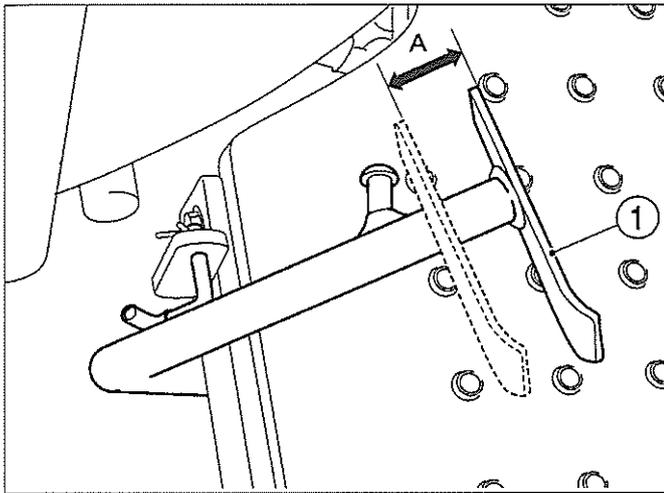

FIG. 64 / ABB. 64 / FIG. 64
FIG. 64 et 65 : Vérifiez régulièrement le jeu de la pédale d'embrayage et réglez-la au besoin. Un jeu correct de la pédale d'embrayage A est de 20 à 30 mm lorsqu'elle est mesurée à l'extrémité de la pédale (1) comme illustré.